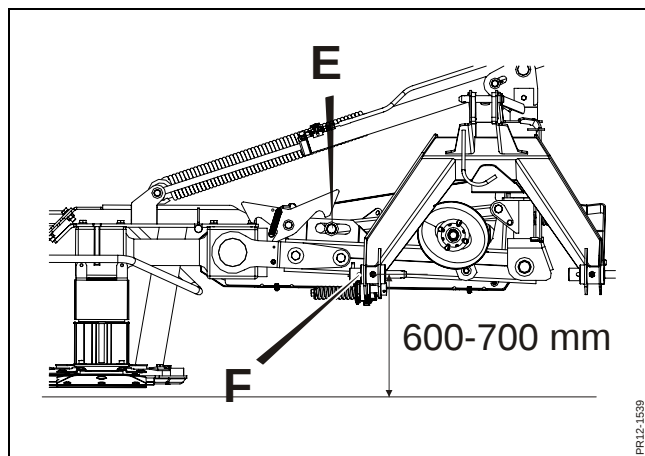

Fig. 3-5
**Fig. 3-5** Når maskinen er sænket ned til jorden, skal toprammen hæves eller sænkes med trepunktsophænget, således at bolten **E** står i midten af langhullet. Ved denne indstilling har liftarmene en højde på 600-700 mm.